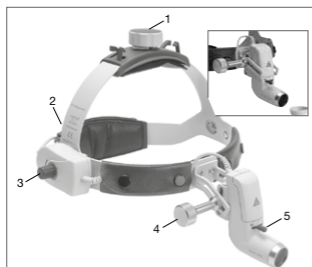

Fig. 4 Bandeau Professional L
Réglage du **bandeau Professional L (voir Fig. 4)** : Pour modifier la taille du bandeau, tourner les molettes en haut (1) et à l'arrière (2) pour élargir ou diminuer le tour de tête.
Sélection de l'angle et du champ de vision (voir Fig. 4)